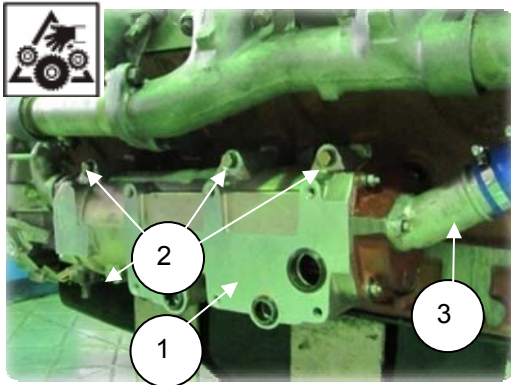

Рис. 6.73
10. Вставить 2 болта М8 с шайбами в отверстия патрубка подводящего (3) (850.1303174) водомасляного радиатора, подложить прокладку, завернуть болты на 2-3 нитки от руки (рис. 6.73);